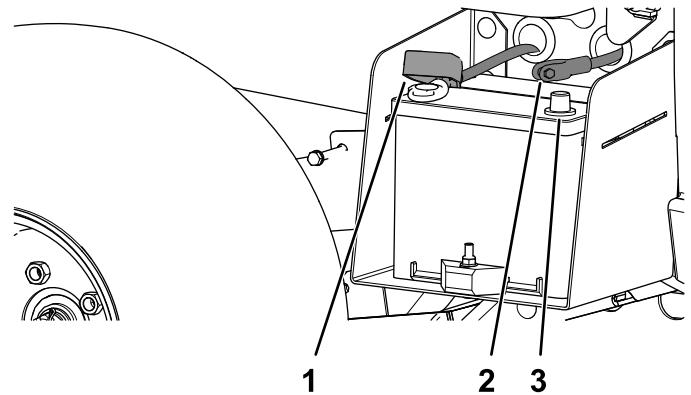

Figura 5
3. Collegate il cavo positivo (rosso) della batteria al morsetto positivo (+) della batteria e fissate il cavo con i bulloni e i dadi (Figura 5).